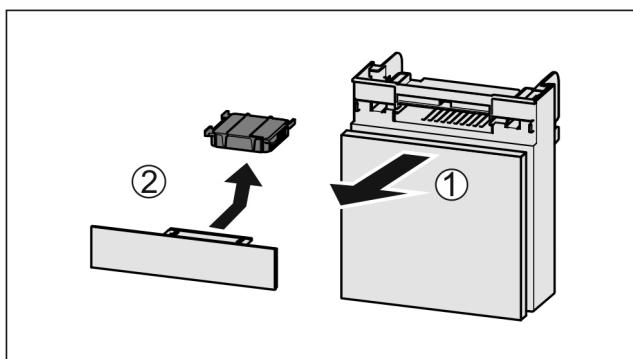

Fig. 43
- Потягніть Fig. 43 (1) відділення вперед.
- Витягнути Fig. 43 (2) фільтр з активованого вугілля.